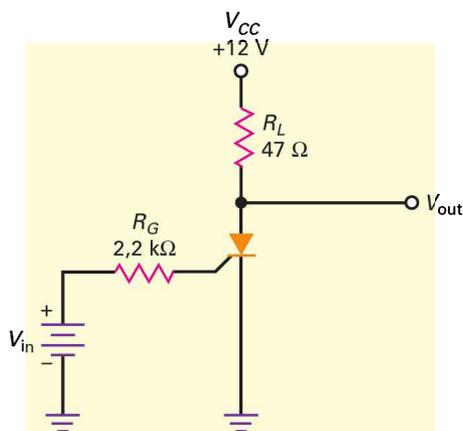

Figure 13.41
- 13.6** Le SCR de la figure 13.41 a $V_{GT} = 0,7$ V, $I_{GT} = 2$ mA et $I_H = 2$ mA. Quelle est la valeur de la tension de sortie lorsque le SCR est ouvert ? Quelle est la tension d'entrée qui le déclenche ? Si on diminue la tension V_{CC} , à quelle valeur va-t-elle ouvrir le SCR ?
- 13.7** Toutes les résistances de la figure 13.41 sont doublées. Si le courant de déclenchement dans la gâchette est 1,5 mA, quelle est la tension d'entrée qui provoque la fermeture ?
- 13.9** Si le SCR de la figure 13.41 a une tension gâchette de déclenchement 1,5 V, un courant de déclenchement 15 mA et un courant de maintien 10 mA, quelle est la tension d'entrée qui déclenche le SCR ? la tension d'alimentation qui ouvre le SCR ?
- 13.10** Si, dans la figure 13.41, la résistance est triplée, quelle est la tension d'entrée qui déclenche le SCR si $V_{GT} = 2$ V et $I_{GT} = 8$ mA ?